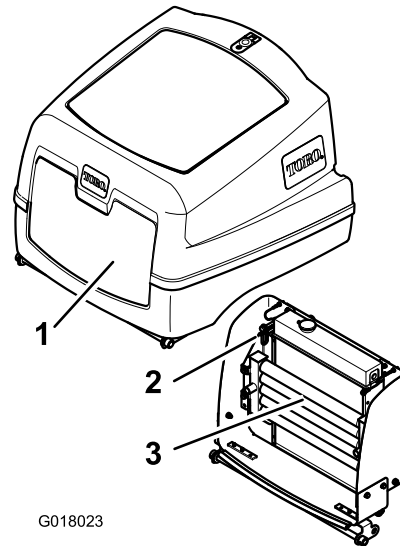

Bild 42
4. Lösen Sie den Riegel und öffnen Sie die Motorhaube (Bild 42).